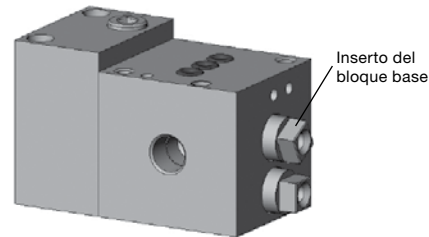

Fig. 2
3. Apriete los dos tornillos de inserción del bloque base en los dos insertos del bloque base con una **llave dinamométrica hexagonal** de 9/64 pulg. introducida por los **insertos del bloque base** entre 4,0 y 5,1 N·m (35 y 45 pulg.-lb). Ver Fig. 2.